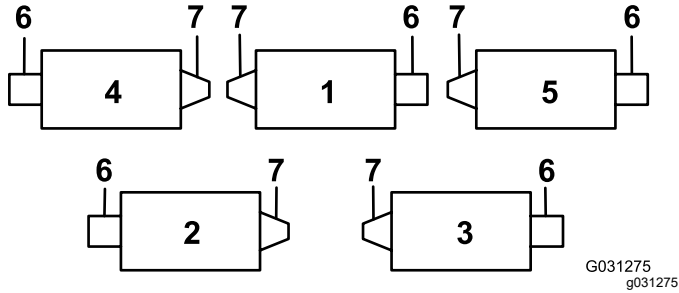
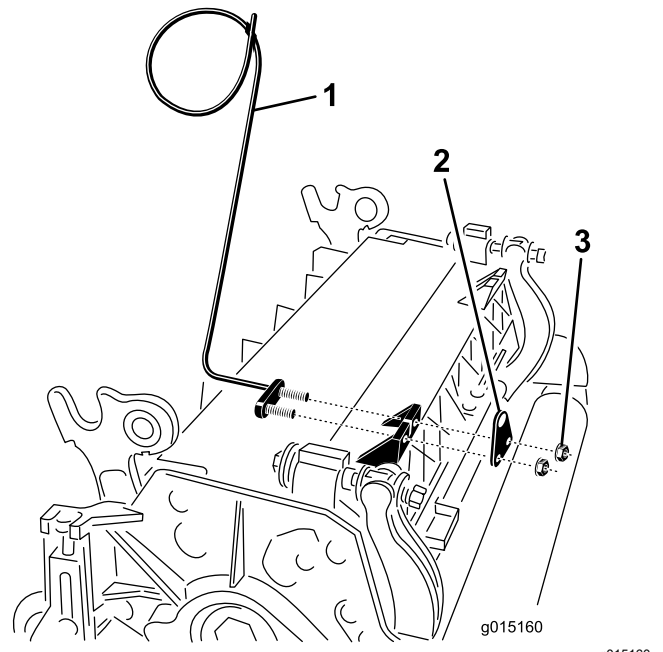
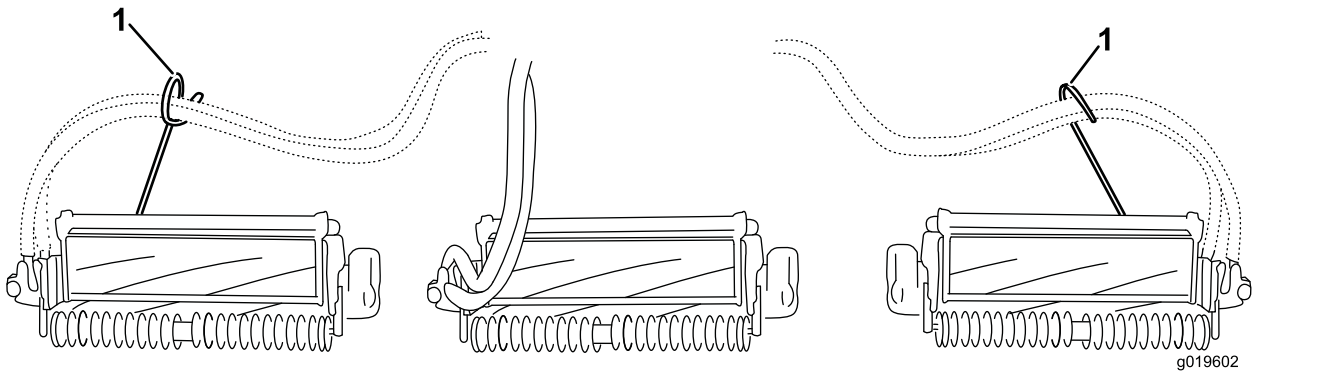

Figura 6
Figura 7
Figura 8
- En la unidad de corte 4 (delantera izquierda) y la unidad de corte de 5 (delantera derecha), utilice las tuercas de montaje del soporte de la varilla para instalar las guías de las mangueras a la parte delantera de las pestañas de las unidades de corte. Las guías de los manguitos deben estar inclinadas hacia la unidad de corte central (Figura 6, Figura 7, Figura 8).